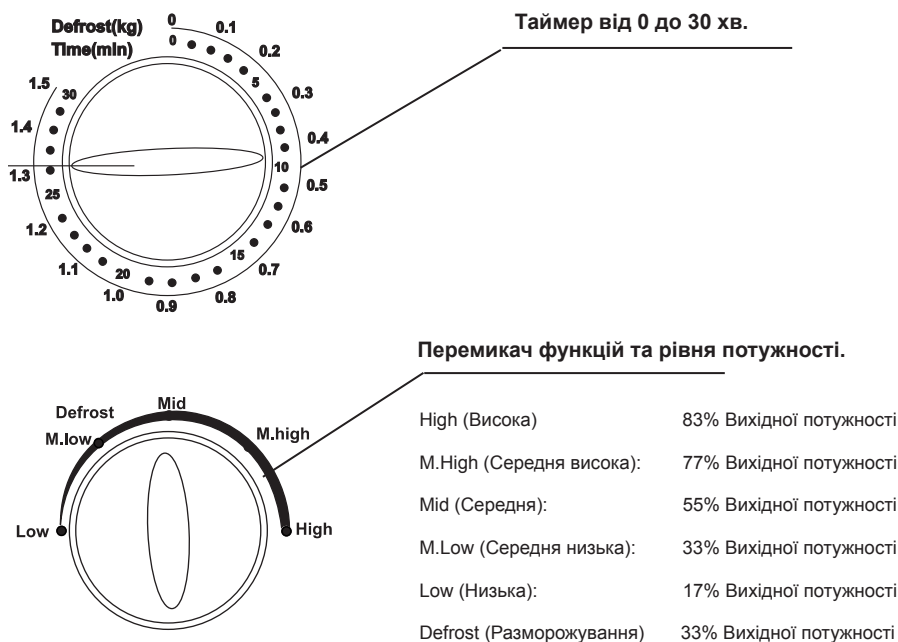

Рис. 2.
5.5.2. Встановіть за допомогою перемикача функцій і рівня потужності одне із вибраних положень (Рис.2):